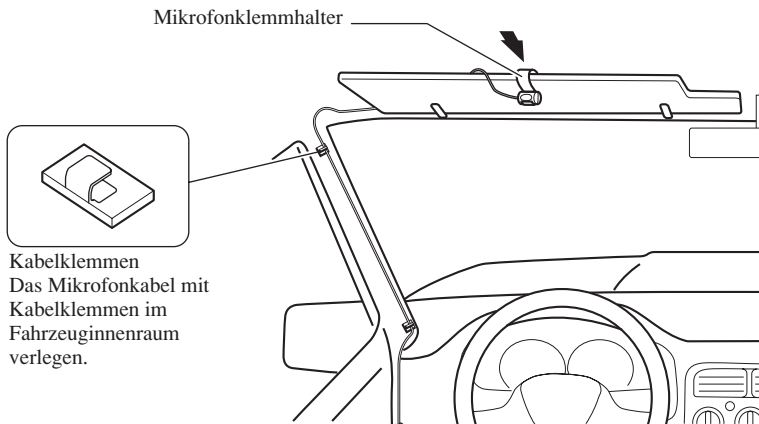

Abb. 20
2. Den Mikrofonklemmhalter an der Sonnenblende ankleben. (Abb. 20)